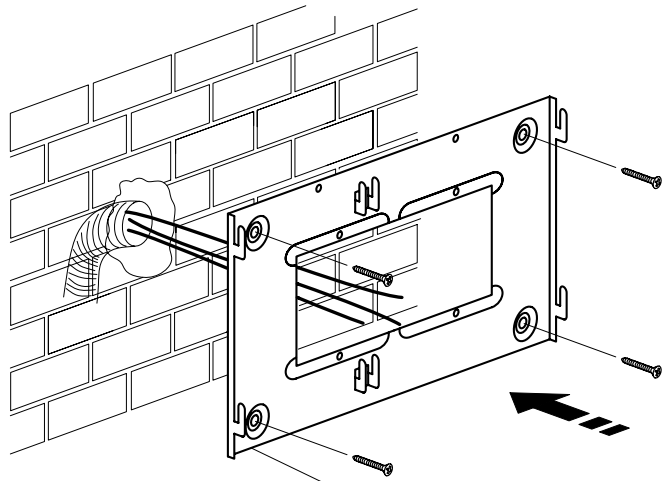

Fig. 1
- Fig. 1- Fissare la staffa Art. 7144 con le 4 viti a corredo ad un'altezza di 1,40 m dal pavimento al bordo inferiore della piastra.
- Fig. 1 - Fixer le support Art. 7144 avec les 4 vis fournies avec le bord inférieure de la plaque à une hauteur de 1,40m. du sol.
- Fig. 1 - Fix the support type 7144 with 4 screws provided fitting the plate lower border at 1,40 m. from the floor.
- Abb. 1 - Den Halter Art. 7144 durch die 4 mitgelieferten Schrauben mit dem Unterteil der Platte 1,40 M. Entfernung vom Boden befestigen.
- Fig. 1 - Fijar el soporte Art. 7144 con 4 tornillos, provistos con el embalaje, manteniendo el borde inferior de la plancha a una altura de 1,40 m. del suelo.
- Fig. 1 - Fixar o suporte Art. 7144 com 4 parafusos fornecidos tendo o bordo inferior da placa a uma altura de 1,40 m. do chão.